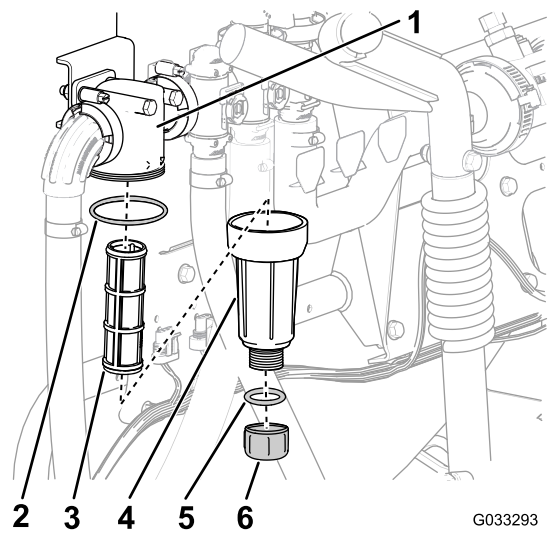

Figure 31
2. Placez un bac de vidange sous le filtre de pression (Figure 31).
3. Tournez le bouchon de vidange dans le sens antihoraire et retirez-le de la cuvette du filtre de pression (Figure 31).
4. Tournez la cuvette dans le sens antihoraire et déposez la tête du filtre (Figure 31).
5. Retirez l'élément du filtre de pression (Figure 31).
7. Contrôlez l'état et l'usure du joint du bouchon de vidange (à l'intérieur de la cuvette) et du joint de la cuvette (à l'intérieur de la tête du filtre) (Figure 31).
8. Placez l'élément dans la tête du filtre de pression (Figure 31).
9. Vissez la cuvette sur la tête du filtre et serrez-la à la main (Figure 31).
10. Vissez le bouchon de vidange sur le raccord au fond de la cuvette et serrez-le à la main (Figure 31).